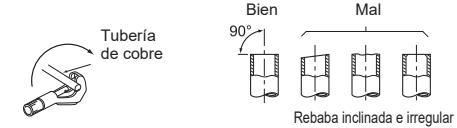

Fig. 1
- La manguera de drenaje debe quedar hacia abajo para facilitar el drenaje. (Fig. 1)
- Corte el tubo de cobre correctamente con un cortador de tubos. (Fig. 1, 2)